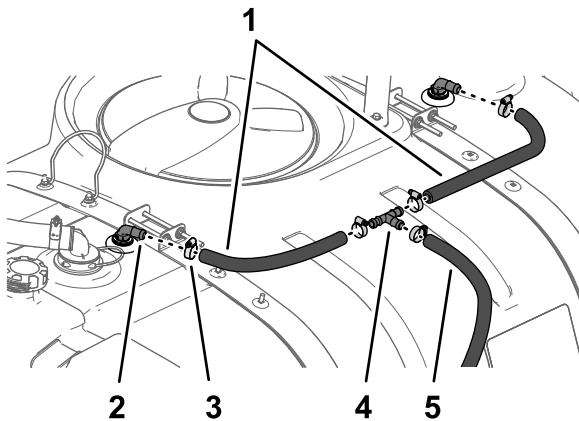

Bild 27
1. Montieren Sie die zwei Schläuche (1,9 cm x 61 cm) und die zwei Schlauchklemmen an jedem 90°-Anschlussstück an den Spüldüsen und ziehen Sie die Klemmen mit der Hand an (Bild 27).
2. Montieren Sie das andere Ende der Schläuche (1,9 cm x 61 cm) mit zwei Schlauchklemmen am T-Anschlussstück, wie in Bild 27 abgebildet.
3. Montieren Sie die Schläuche (1,9 cm x 180 cm) und eine Schlauchklemme am T-Anschlussstück, wie in Bild 27 abgebildet.